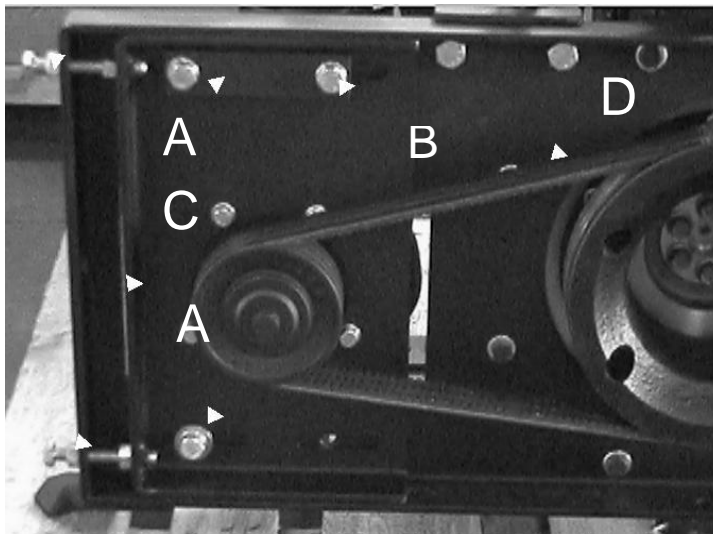

Fig. 26
Pentru a modifica tensiunea curelei procedați după cum urmează (Fig. 26).
- Slăbiți cele trei șuruburi (partea B fig.26).
- Prin strângerea piulițelor (partea A fig. 26), suportul compresorului și scripetele aferent compresorului tind să se distanțeze de motorul scripetelui; această mișcare tinde să strângă centurile.
- Prin slăbirea piulițelor (partea. A fig. 26) scripetele compresorului tinde să se apropie de scripetele motorului, slăbind astfel curelele. Dacă acest lucru nu se întâmplă după slăbirea piulițelor va fi necesar să ajutați suportul compresorului folosind un element de pârghie
2. Slăbiți șuruburile (partea. B fig.26)
3. Slăbiți piulițele de reglare a tensiunii curelei (partea. A fig. 26)
4. Folosind o pârghie împingeți suportul compresorului (partea. C fig. 26) către motorul scripetelui până când acestea pot fi ușor scoase din canelurile scripetelui. În cazul în care îndepărtarea este încă dificilă, slăbiți un pic mai mult piulițele de reglare (partea. A fig. 26)
5. Extrageți curelele de transmisie (partea. D fig.26)